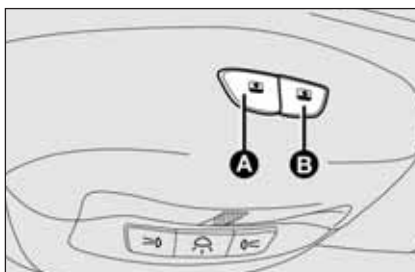

fig. 66
Il tetto apribile ad ampia vetratura “skydome” è costituito da 2 pannelli in vetro di cui uno fisso e uno mobile dotati di tendine parasole con movimentazione manuale a due posizioni (aperto/chiuso). Il funzionamento del tetto apribile avviene solo con chiave di avviamento in posizione **MAR**. I pulsanti **A** e **B**-fig. 66, posti sulla plafoniera centrale, comandano le funzioni di apertura/chiusura.
- premere il pulsante **B**-fig. 66 in posizione di chiusura;